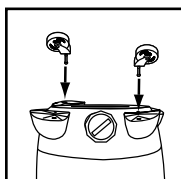

FIGURE 7
7. Insérez les roulettes de manutention dans les porte-roulettes en insérant les tiges des roulettes dans les trous pratiqués. Imprimez une pression vers le bas et un mouvement rotatif jusqu'à ce que les roulettes s'enclenchent en position. **FIGURE 7.**